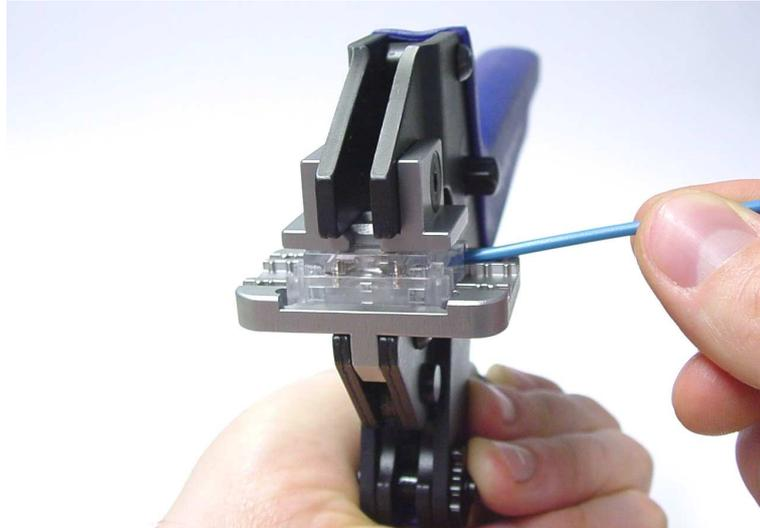
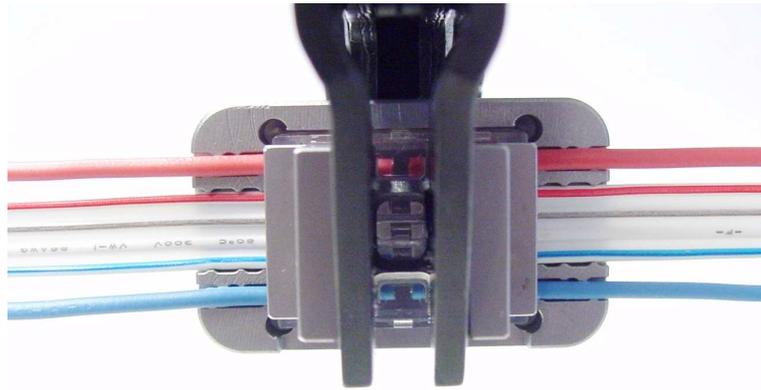
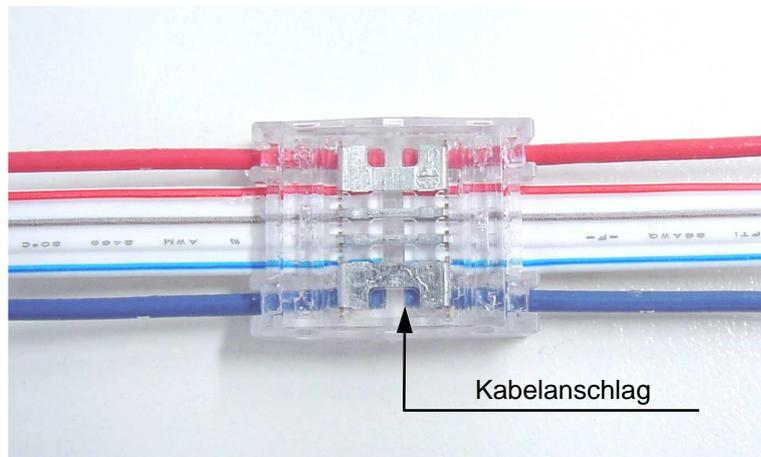

Abbildung 6
Abbildung 9
Abbildung 10
1. Als Erstes wird der Verbinder mit den Kabeln bestückt. Es ist darauf zu achten, dass sie dabei leicht schräg gehalten werden (siehe Abbildung 6 und 7). Sie werden bis zum Anschlag im Verbinder eingeschoben (siehe Abbildung 9 und 10).
3. Ob die Kabel richtig positioniert sind, lässt sich kontrollieren indem man von oben auf den eingelegten Verbinder schaut. Diese sollten, wie in Abbildung 10 gezeigt, positioniert sein (siehe Abbildung 9 und 10).